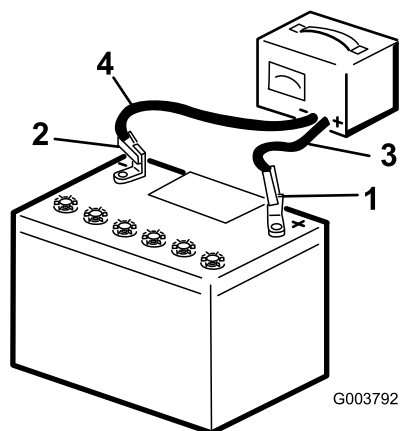

Figure 51
2. Chargez la batterie pendant 4 à 8 heures à un régime de 3 à 4 A (Figure 51). Ne chargez pas la batterie excessivement.
3. Quand la batterie est chargée au maximum, débranchez le chargeur de la prise, puis débranchez les fils du chargeur des bornes de la batterie (Figure 51).